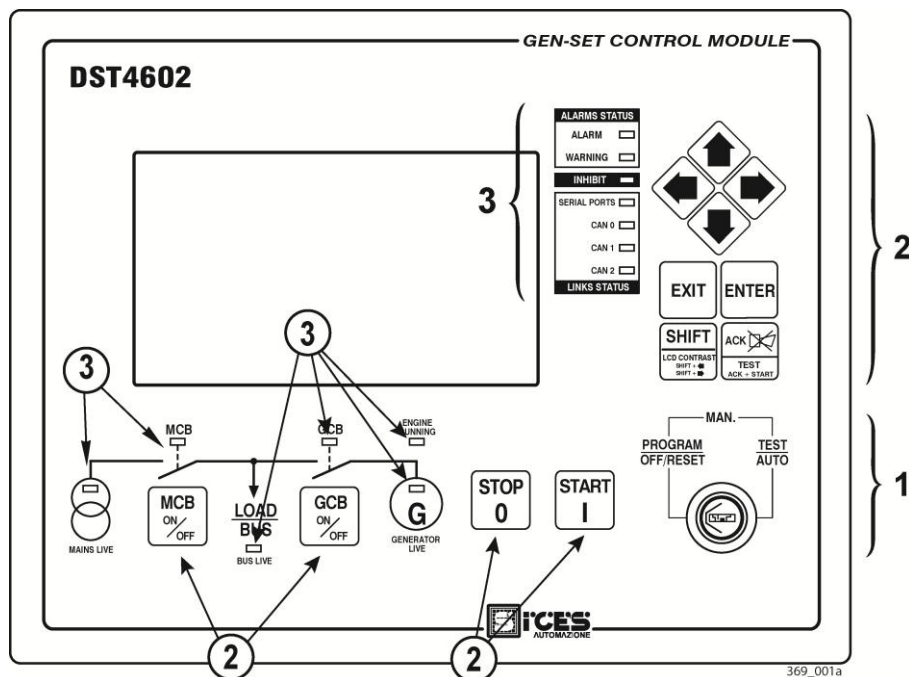

Fig. 1 – Painel Frontal
| 4.2 | Seletor (ref. à fig. 1) | 5 |
| 4.3 | Botões (ref. à fig. 1) | 6 |
| 4.4 | LED de sinalização(ref. à fig. 1)..... | 8 |
4.2 Seletor (ref. à fig. 1)
4.3 Botões (ref. à fig. 1)
4.4 LED de sinalização(ref. à fig. 1)